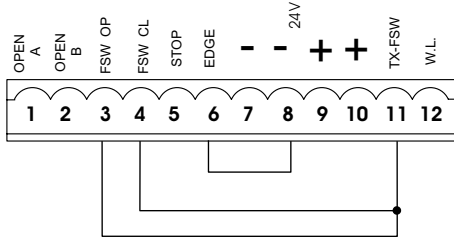

Fig. 33
N.B. Als er geen veiligheidsvoorzieningen worden gebruikt, moeten de klemmen worden overbrugd zoals op fig. 33.
Nota bene: als er geen veiligheidsvoorzieningen bij opening worden aangesloten, moet een brug worden aangebracht tussen de klemmen OP en -TX FSW (fig. 33).
Notabene: als er geen veiligheidsvoorzieningen bij sluiting worden aangesloten, moet een brug worden gemaakt tussen de klemmen CL en -TX FSW (fig. 33).
Nota bene: als er geen veiligheidsvoorzieningen "veiligheidslijst" worden aangesloten, moet een brug worden gemaakt tussen de klemmen i EDGE en - (fig. 33).